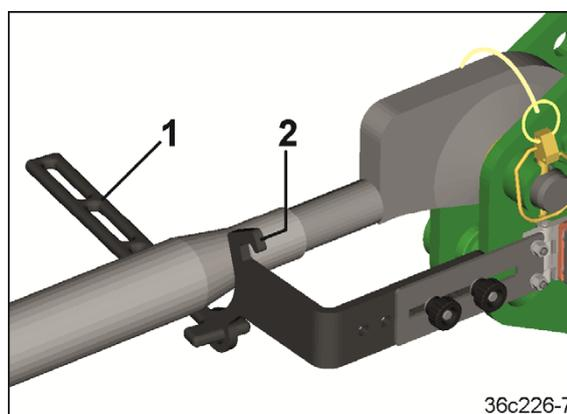

Fig. 102
4. Enganchar el elemento tensor (Fig. 102/1) al soporte de los brazos superiores (Fig. 102/2).